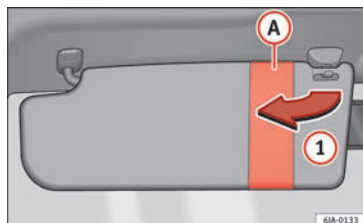
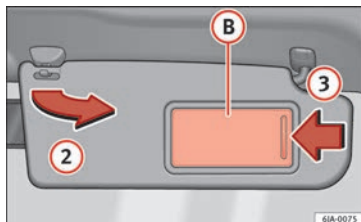

Fig. 137 Pare-soleil du conducteur.
Fig. 138 Pare-soleil du passager avant.
Vous pouvez retirer les pare-soleil côté conducteur et passager de leur fixation au centre du véhicule pour les faire pivoter vers les portes dans le sens de la flèche ①» fig. 137 et ②» fig. 138 respectivement.
Le pare-soleil passager est équipé d'un miroir de courtoisie B avec un cache. Le cache s'ouvre en le faisant glisser dans le sens de la flèche ③» fig. 138.